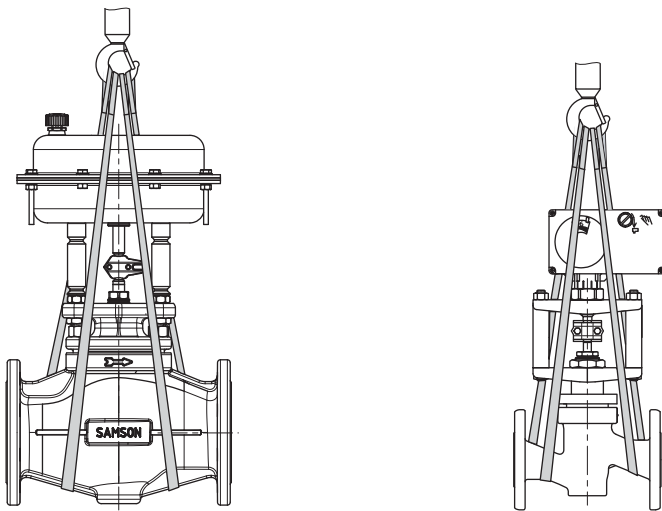

Fig. 4-1: Puntos de elevación en la válvula
- Utilizar un gancho con pestillo de seguridad en el dispositivo de elevación (ver Fig. 4-1), que impida que las eslingas se deslicen durante el levantamiento y transporte.
1. Atar una eslinga de elevación entre cada una de las bridas del cuerpo y el dispositivo de sujeción (p. ej. gancho) de la grúa o carretilla elevadora, ver Fig. 4-1.